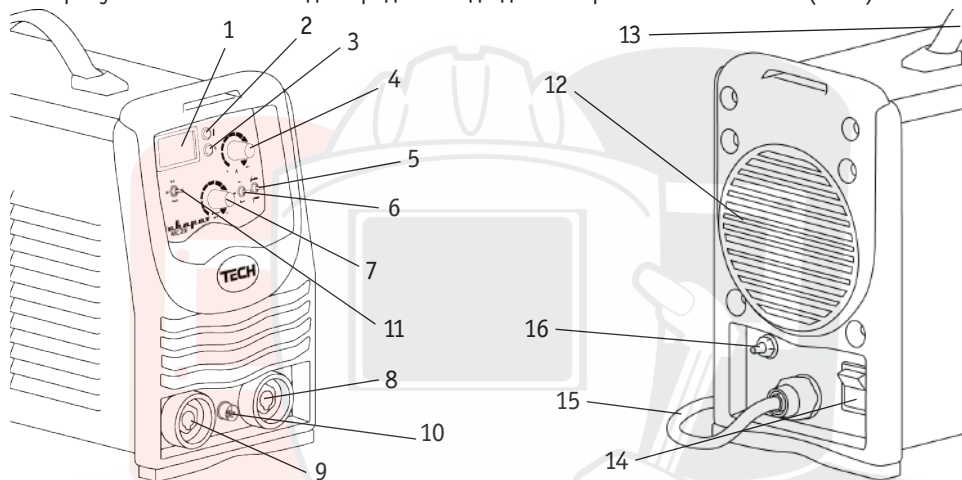
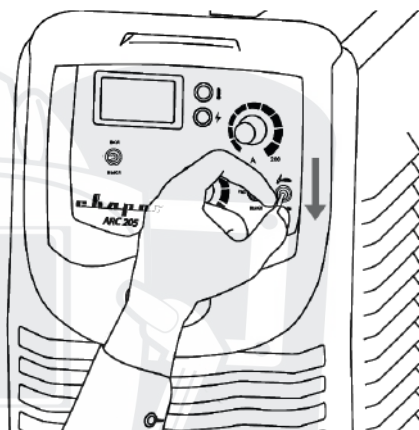

Рис. 6.1. Вид спереди и сзади.
Рис. 8.5. Выбор способа сварки.
4. Перейдите в режим MMA (См. рис. 6.1 п. 5) на передней панели сварочного аппарата (См. рис. 8.5).